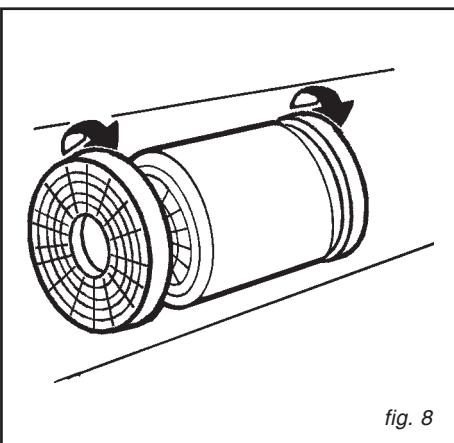

fig. 8
- **Démontage du filtre à charbon (fig.8)**
Les filtres à charbon s'enlèvent en les faisant tourner et ils s'accrochent toujours en les faisant tourner dans le sens inverse (fig. 8).